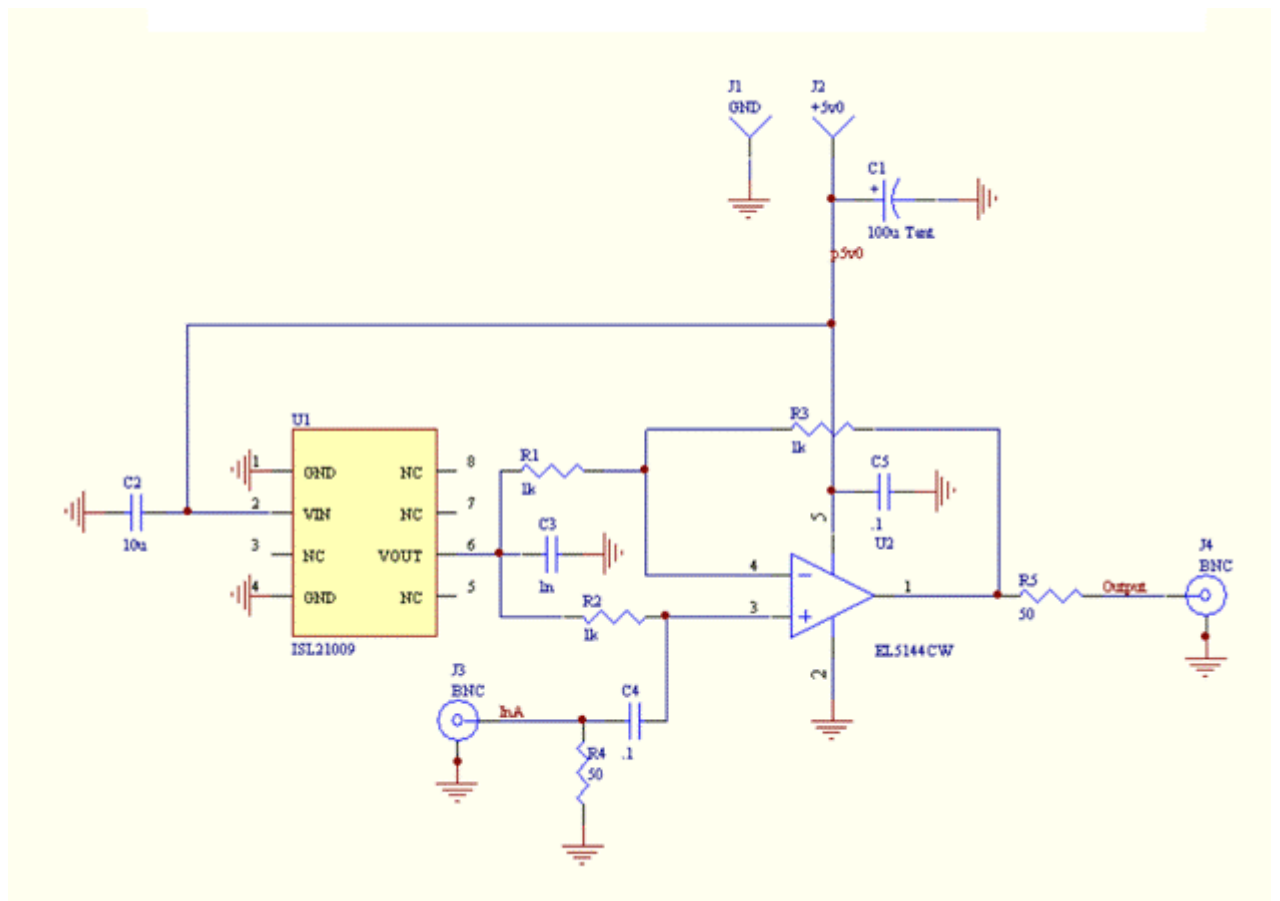

图 3: 简单的运算放大器以及电压参考电路。
**Tamara:** 图 3 所示为具有增益为 2 的单电源运放配置。